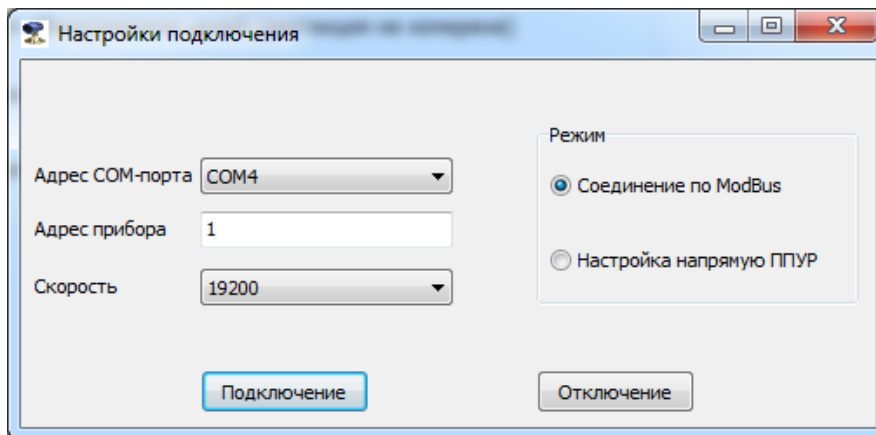

Рис.14 - Настройки подключения.
7.1.2 Запустить на ПК программу «Монитор Взлет РУ». Появится окно «**Настройки подключения**» (рис.14), в котором необходимо установить:
В этом случае следует нажать кнопку «**Отключение**» (закрыть канал связи) в окне «**Настройки подключения**» (рис.14), проверить электрические подключения к ПК и уровнемеру, а также корректность значений параметров связи. Особое внимание обратить на параметры: **Адрес СОМ-порта, Адрес прибора, Скорость.**